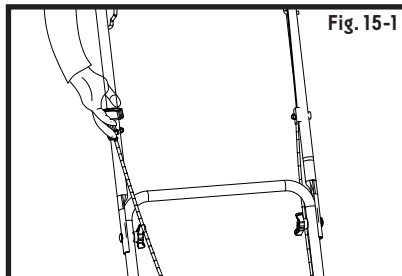

Fig. 15-1
4. Tirez la poignée du démarreur environ 4 à 6 po (10 à 15 cm) jusqu'à ce que vous sentiez une résistance, puis démarrez le moteur en tirant fort (voir figure 15-1).